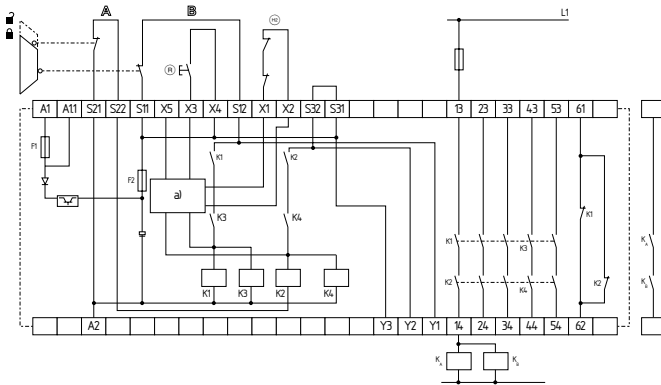

Fig. 5
**Controllo a due canali, rappresentato utilizzando l'esempio di un sistema di sorveglianza porta con due contatti A e B, di cui almeno uno ad apertura obbligata; pulsante di Reset esterno (R) (Fig. 5)**